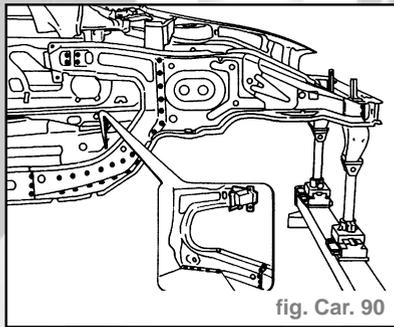

fig. Car. 90
- Effectuer la soudure électrique par points comme indiqué dans la figure (fig. Car. 90).